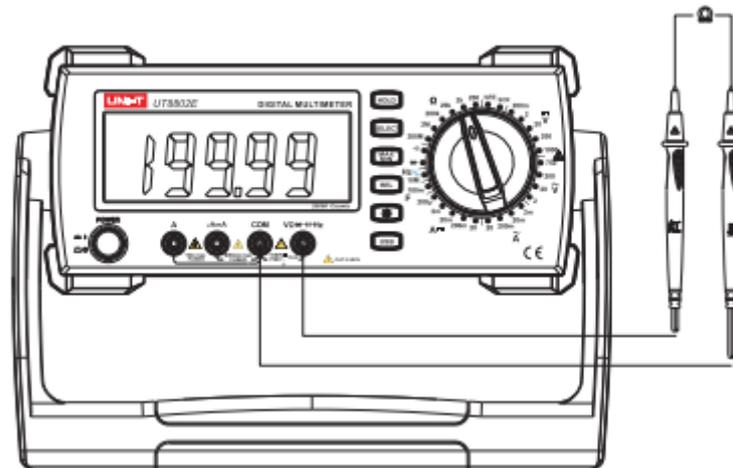

Abbildung 4
4. Messung des Widerstands (siehe Abbildung 4)